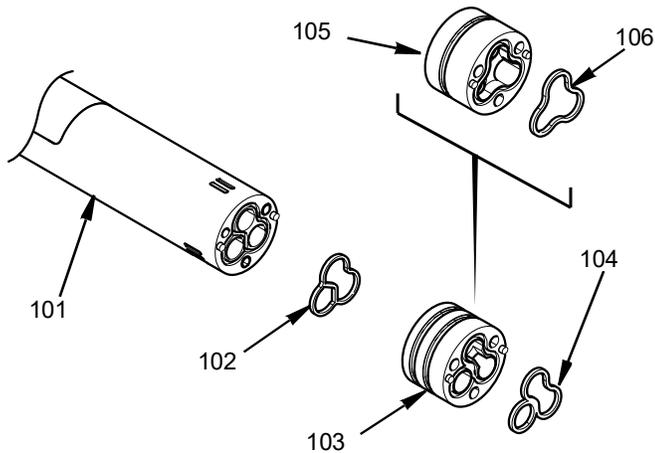

図 28
8. 新しいアダプターガスケット (102) をセントラルボディ (101) の面にあるスロットに挿入します。
適切なアダプター (103/105) をセントラルボディの上に押し込みながら、アダプターのピンの穴を位置決めピンに合わせます。2 材料アダプター (103) 用または 1 材料アダプター (106) 用の新しいガスケットを置きます。以下を参照してください: 図 28。